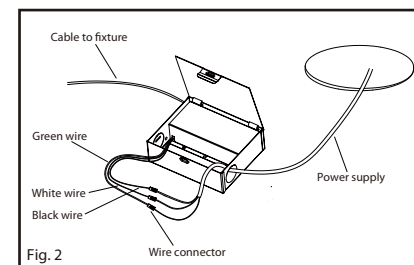

Fig. 2
2. Open the hardwire box swing cover and remove the appropriate knockout, insert the electrical supply wire through the knockout. Use the wirenuts to connect the white wire from the supply wire with the white wire of the junction box. Match the black wire from the supply wire with the black wire of the junction box. Match the copper wire from the supply wire and with the green wire of the junction box. (Fig. 2)
2. Ouvrez le couvercle pivotant de la boîte câblée et retirez le trou approprié, insérez le câble d'alimentation électrique à travers le trou. Utilisez les marettes pour jumeler le fil blanc du secteur avec le fil blanc de la boîte de jonction. Jumeler le fil noir du secteur avec le fil noir de la boîte de jonction. Jumeler le fil de cuivre du secteur avec le fil vert de la boîte de jonction. (Fig. 2)